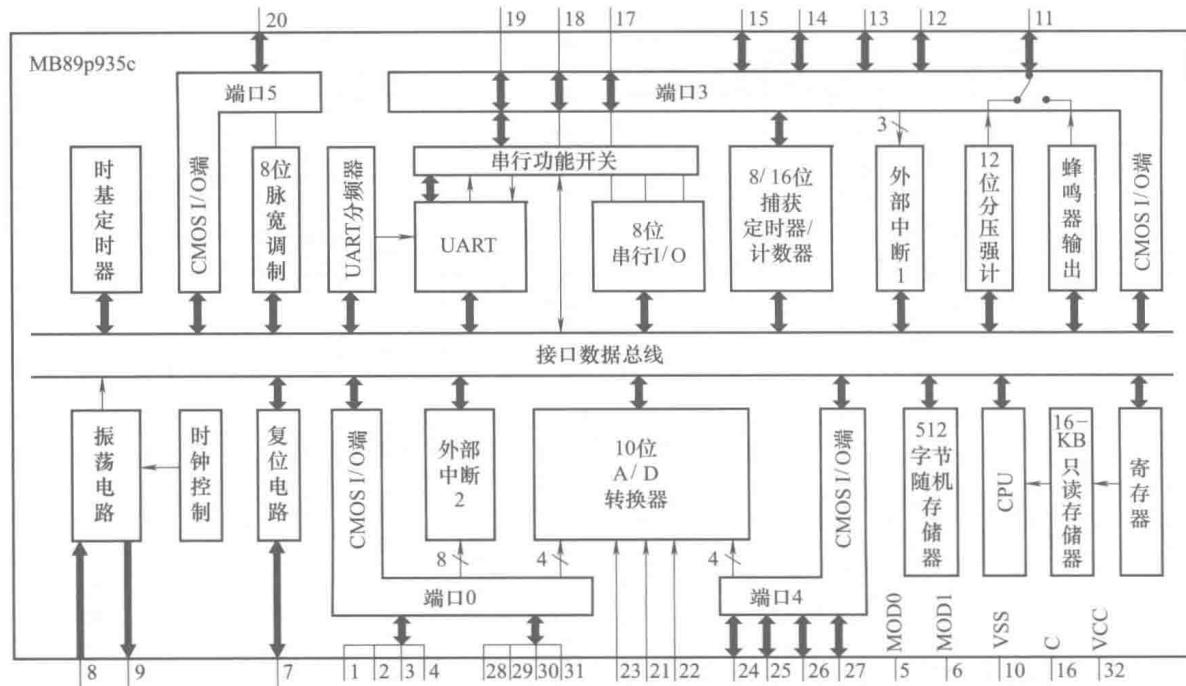

图 1-8 MB89p935c 内部方框组成图
① 微控制器 IC₁ (E912) 为微控制器，又称单片机，是控制板电路中的核心器件。其表面标注的 E912 为版本号，其原型号为 MB89P935c，其内部方框组成如图 1-8 所示，引脚功能如表 1-1 所示。微控制器主要用于完成整机的各项控制功能。
② 存储器 IC₂ (30E7) 为存储器，其原型号为 24C01A，主要用于储存版本数据，以实现各种功能控制。其引脚功能如表 1-2 所示。